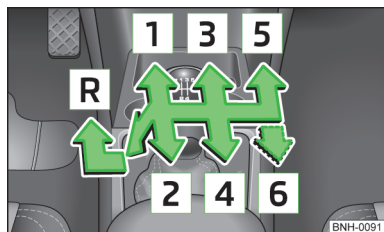

Fig. 90
Pe schimbătorul de viteze sunt reprezentate pozițiile individuale ale treptelor de viteză » fig. 90.
► Aduceți schimbătorul de viteze la maxim, înspre stânga și apoi înspre înainte, în poziția R » fig. 90.